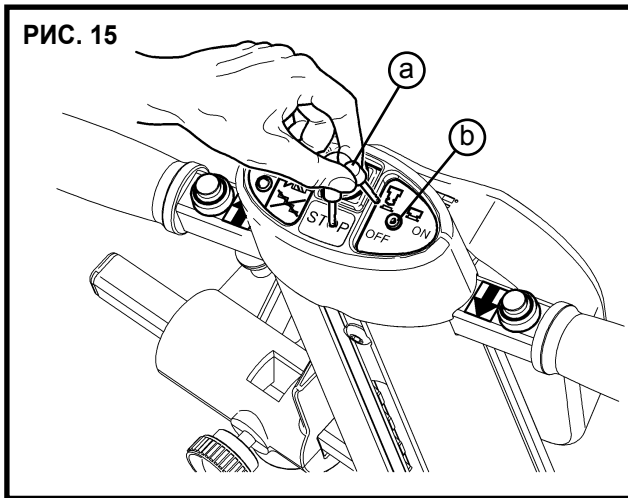

РИС. 15
- а) Ввести ключ (Рис. 15/а) включения лестничного подъемника в соответствующее гнездо (Рис. 15/б).